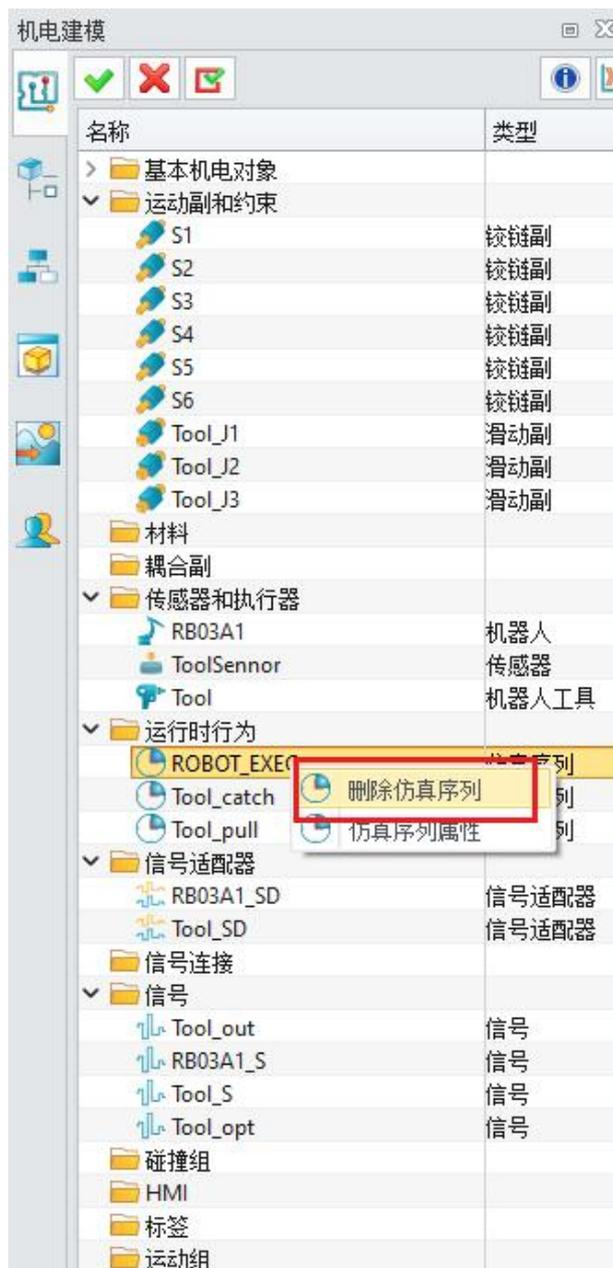

图 12-4: 删除仿真序列
- 右键单击 "GSKRobot_EXEC" 并删除仿真序列。(图 12-4)